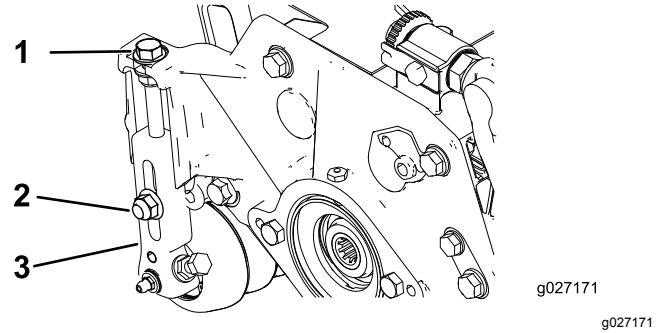

图 14
1. 松开将剪草高度臂固定到滚刀组侧板上的锁紧螺母 图 14。